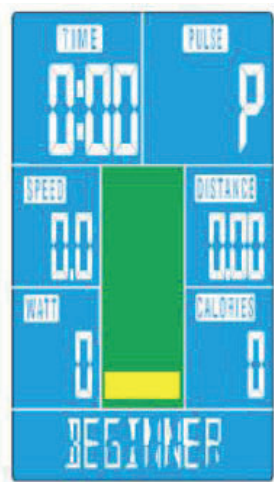

Abb. 4
1. Wählen Sie das Programm (Beginner) und bestätigen Sie die Auswahl mit der MODE-Taste (siehe Abb. 4).